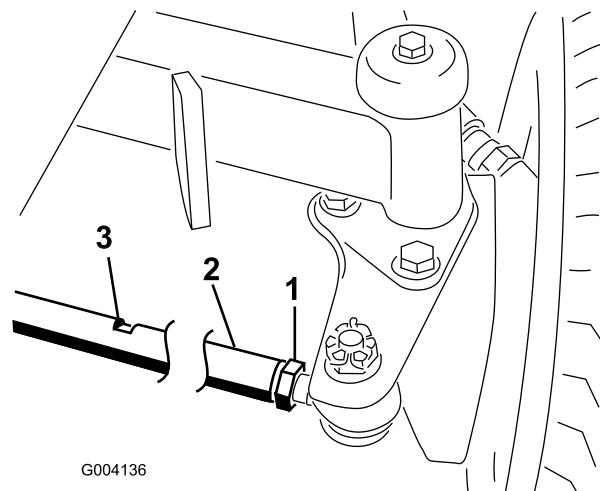

図 140
1. 各タイロッド **図 140** の端についているジャムナットをゆるめる。